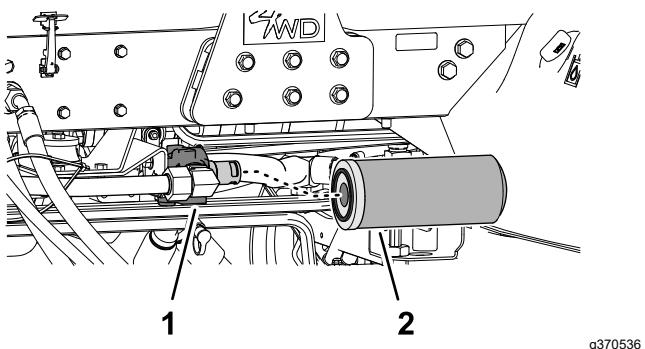

Figura 117
- Limpie la zona alrededor del filtro de retorno y de la cabeza del filtro (Figura 117).